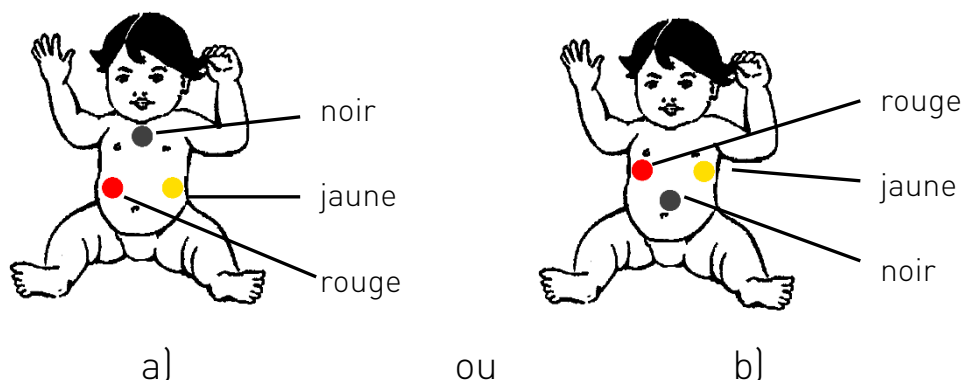
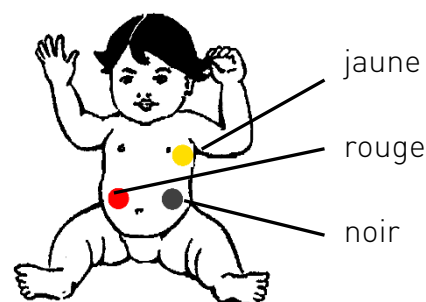

Fig. 34 Configurations d'électrode recommandées
Fig. 35 Configuration d'électrode alternative
Commencez par les configurations d'électrodes décrites dans Fig. 34. Placez la face de l'électrode recouverte de gel sur le site choisi et appuyez soigneusement plusieurs fois pour obtenir un bon contact. Premier placement :
- les électrodes sur les nourrissons, comme illustré dans Fig. 34 a)
- les électrodes sur tous les autres patients, comme illustré dans Fig. 34 b)
Si la configuration d'électrode présentée dans Fig. 34 ne donne pas un bon signal, essayez la configuration d'électrode alternative illustrée dans Fig. 35.